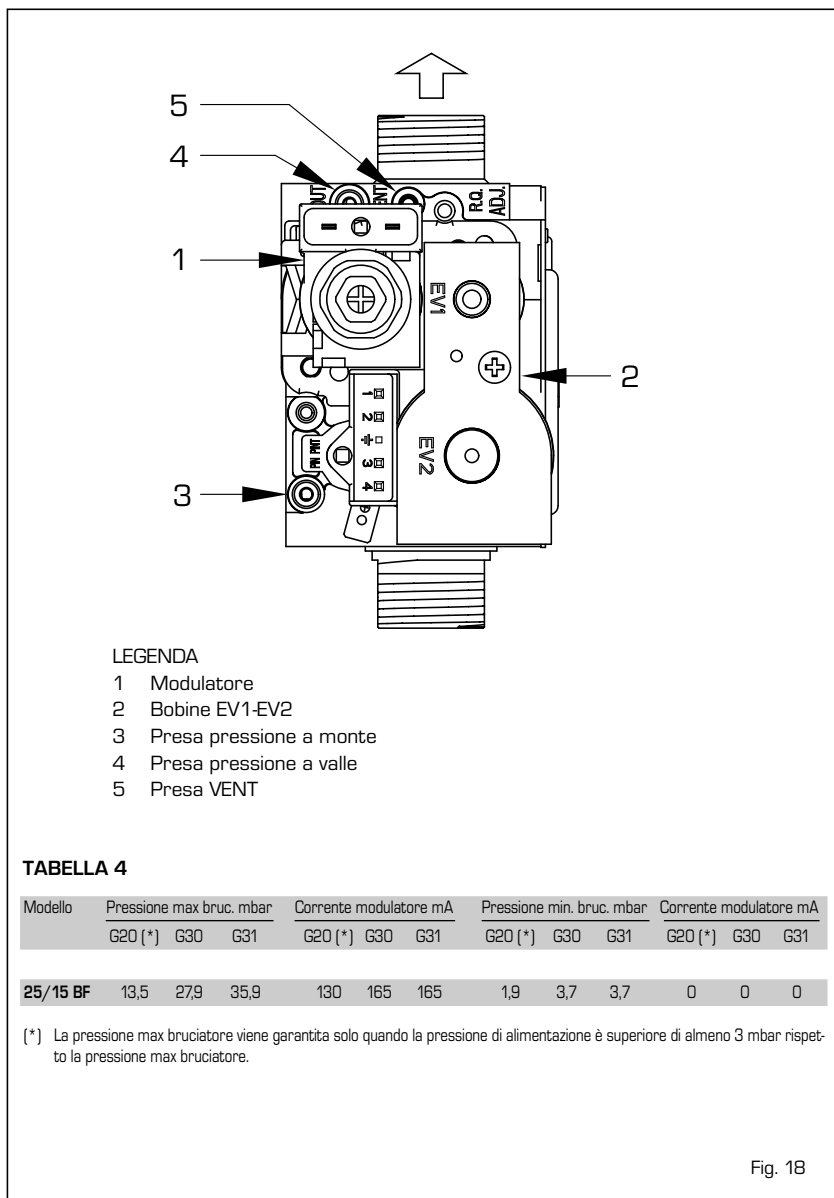

Fig. 18
La caldaia è fornita con valvole gas SIT 845 SIGMA (fig. 18).
- Collegare la colonnina o un manometro solo alla presa a valle della valvola gas. **Scollegare il tubetto della presa VENT della valvola (5 fig. 18).**
- Togliere il cappuccio (1) del modulatore.
- Regolare la pressione massima agendo sul dado (3) e ricercare il valore della pressione massima indicato in **Tabella 4**.